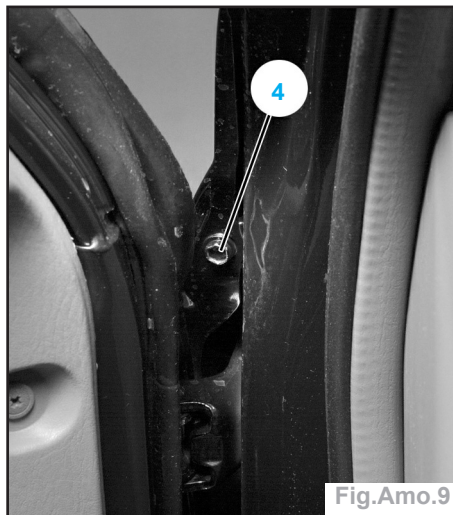

Fig.Amo.9
- Ouvrir la porte et déposer la vis (4) en partie supérieure du pied de caisse (Fig. Amo.9).